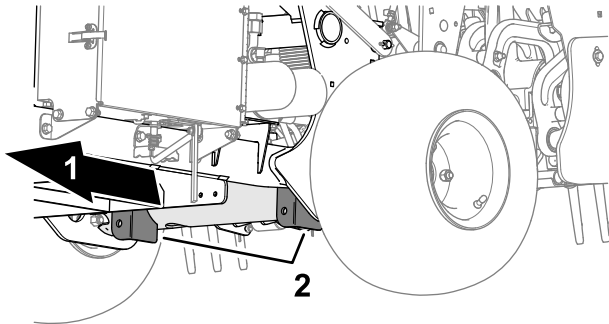

Figura 139
3. Aezai cricul în siguranță sub placa cadrului, în interiorul roii spate (Figura 139).